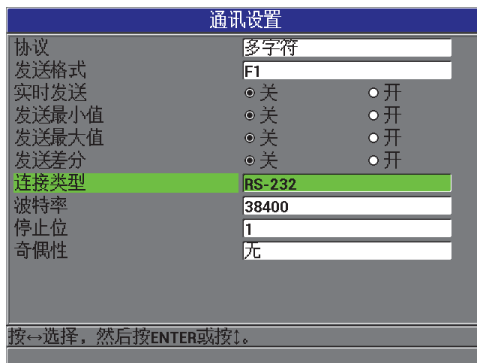

图 8-3 通讯设置屏幕 — RS-232
4. 在 **通讯设置** 屏幕上 (参见第 129 页的图 8-3), 将 **连接类型** 设置为 **RS-232**, 以显示 RS-232 参数。